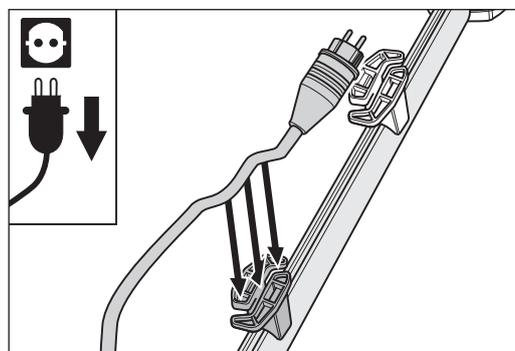

Abb. 2 Einlegen des Motorkabels in den unteren Kabelhalter am Stielrohr.
- 3 Legen Sie das Motorkabel in den unteren Kabelhalter am Stielrohr ein (Abb. 2).